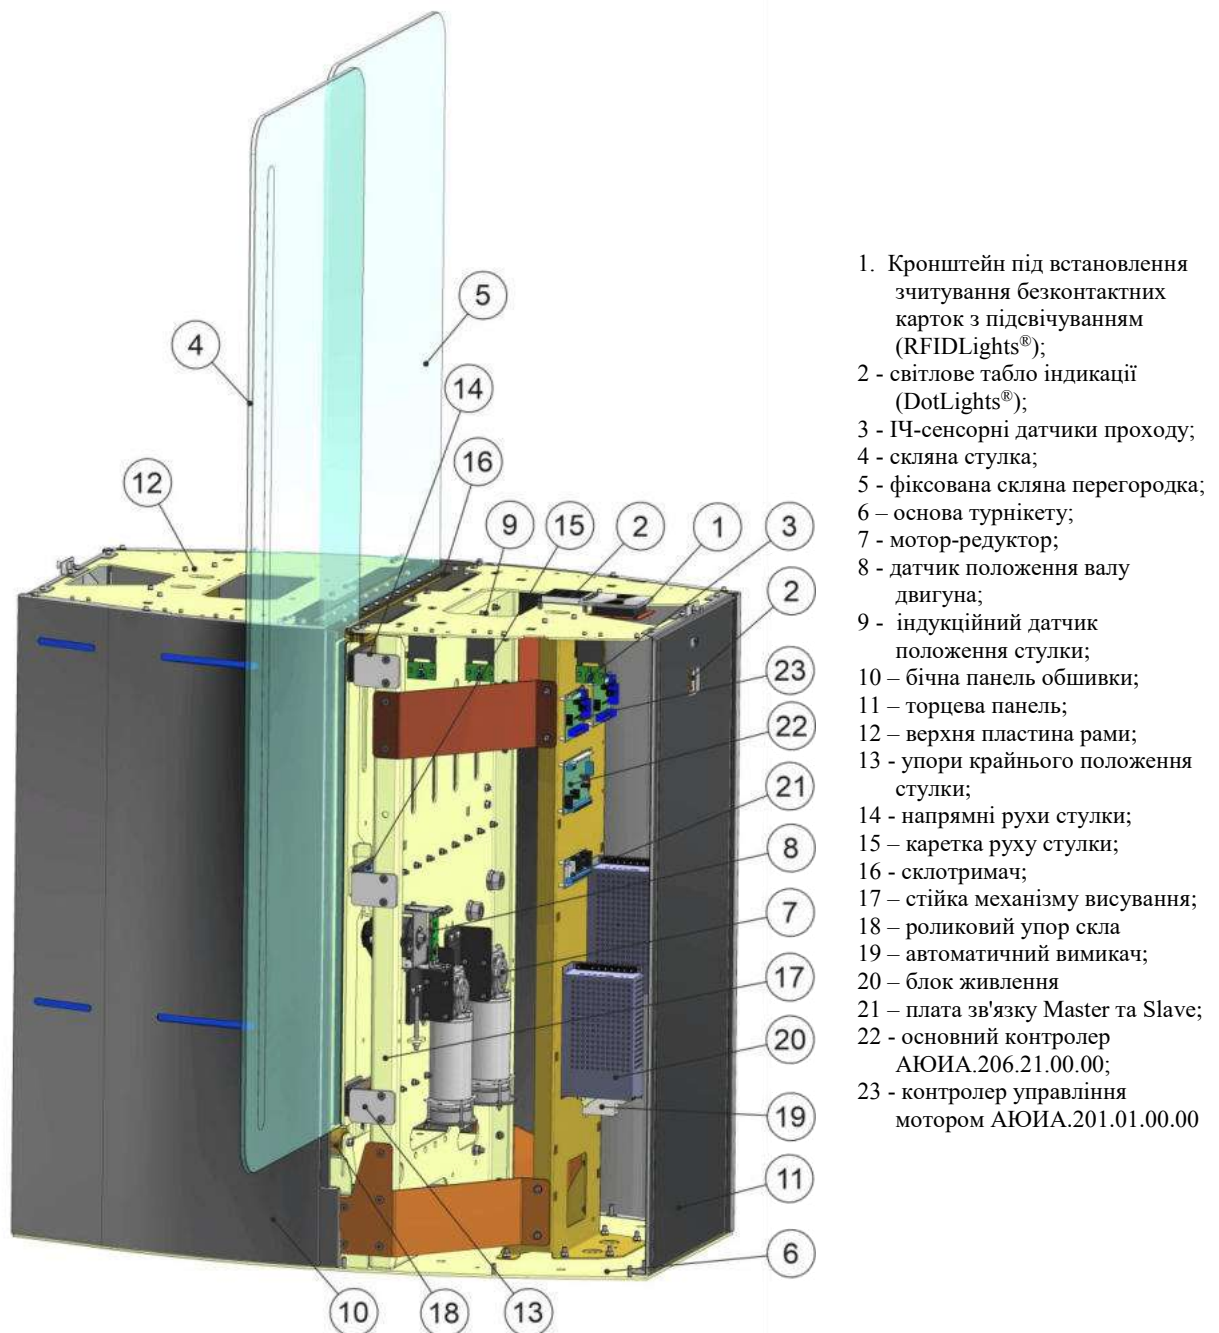

Рис. 5 – Загальний вигляд та конструкція робочого механізму та панелі управління турнікету «JetPan-900» (тумба Master)
Контролери АЮІА.201.01.00.00 (23) керують двигунами турнікету (див. рис.5), аналізуючи сигнали від датчиків швидкості та положення, забезпечують захист двигунів від перевантажень. Контролери АЮІА.206.21.20.00 (22) аналізують інфрачервоні датчики, отримують команди управління від зовнішніх пристроїв (пульт управління, СКУД і т.д.), керують індикацією та формують сигнали зворотного зв'язку для СКУД (Докладніше опис контролера турнікета викладено у розділі 1.5).